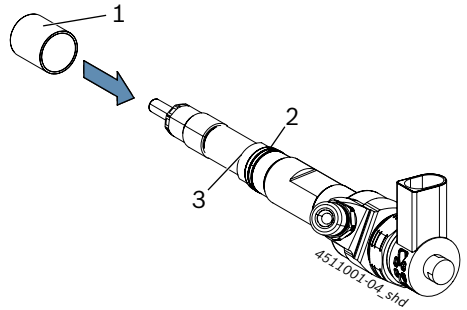

Fig. 4: Adaptera čaulas uzbīdīšana uz CRI
3. Ja ir nepieciešama adaptera čaula, uzbīdiet attiecīgo adaptera čaulu (Fig. 4, poz. 1) līdz atdurei (Fig. 4, poz. 3) uz CRI.
4. Veicot turpmākos soļus, sekojiet, lai adaptera čaula paliktu pie CRI atdures (Fig. 4, poz. 3) un nenoslīdētu uz leju.